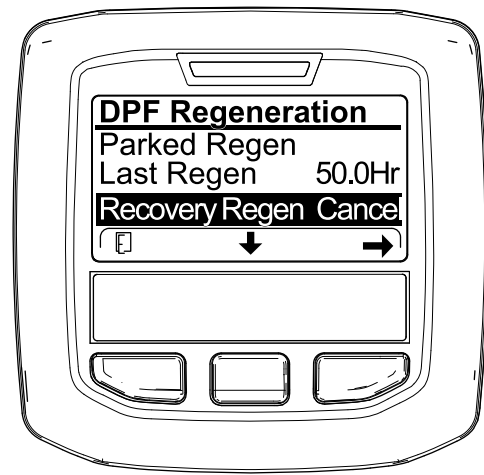
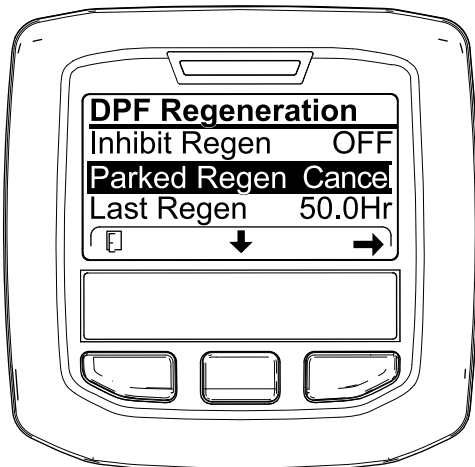

Figure 71
Figure 70
1. Ouvrez le menu DPF Regeneration (régénération du FAP) (Figure 70).
2. Appuyez sur le bouton central pour naviguer jusqu'à l'option PARKED REGEN CANCEL (Figure 70) ou RECOVERY REGEN CANCEL (Figure 71).
3. Appuyez sur le bouton droit pour sélectionner l'option Regen Cancel (annulation de régénération) (Figure 70 ou Figure 71).